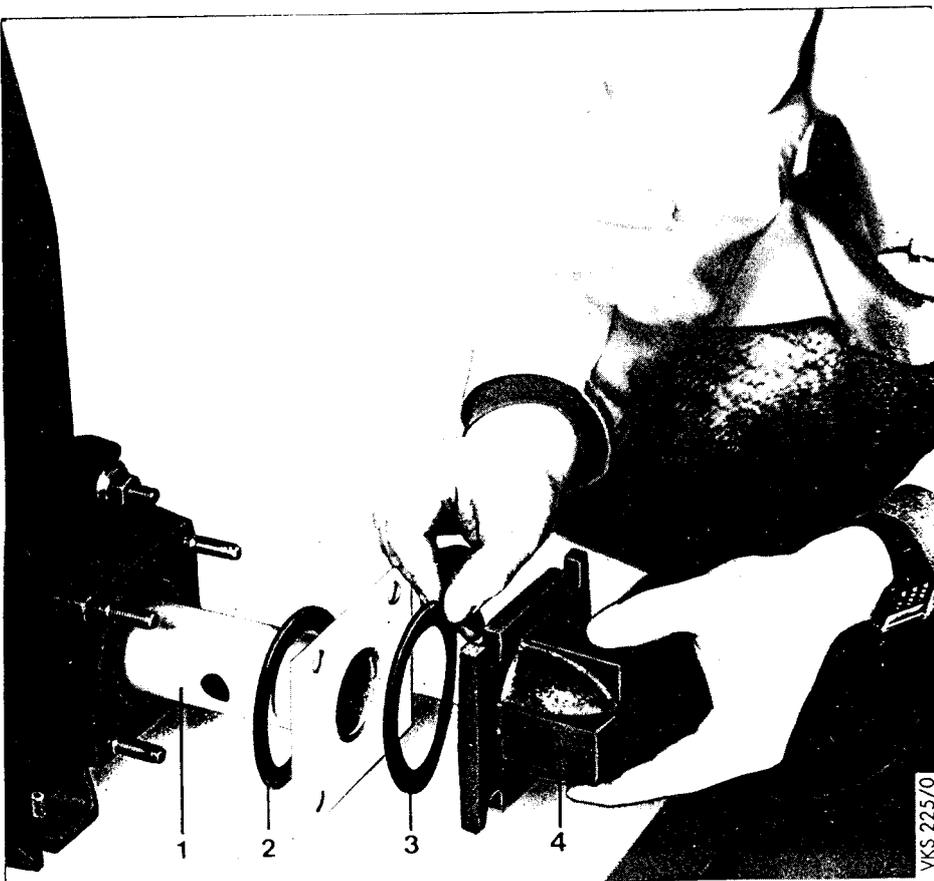

Рис. 5
- Водораспределительная трубка (1) вставляется во втулку обратной воды.
- Прокладка (2) используется как показано на рис. 5.